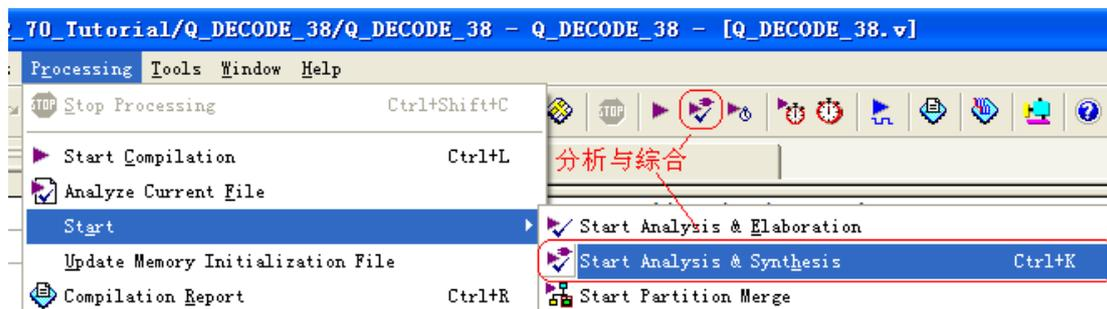

图 3-13 执行 start Analysis & Synthesis（开始分析与综合）
11. 分析与综合。点击菜单项 Processing->start->Start Analysis & Synthesis、点击图标  或者使用快捷键 Ctrl+K 执行分析与综合。参看图 3-13。